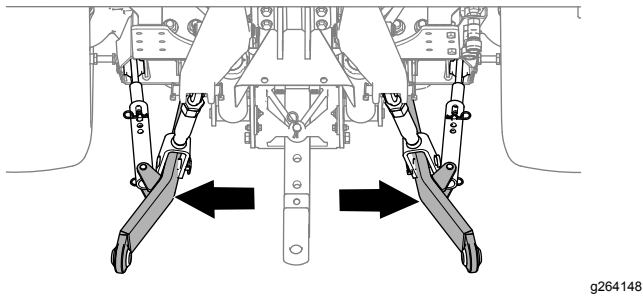

Figura 26
4. Ajuste los brazos del estabilizador (Figura 26) totalmente hacia fuera; consulte el *Manual del operador* de la máquina de remolque.